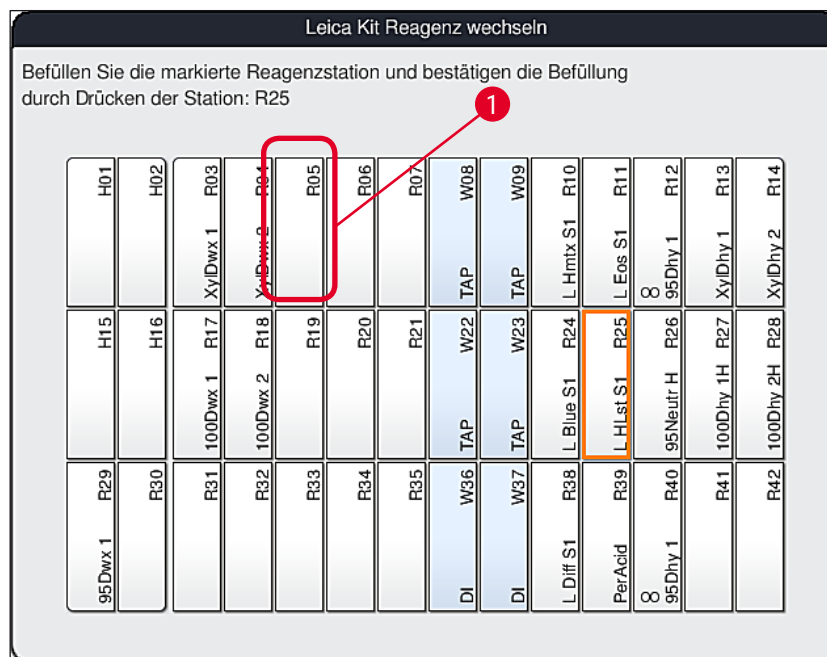

Abb. 58
3. Im neuen Fenster **Leica Kit Reagenz wechseln** (→ "Abb. 58") ist die zu befüllende Station orange markiert (→ "Abb. 58-1").